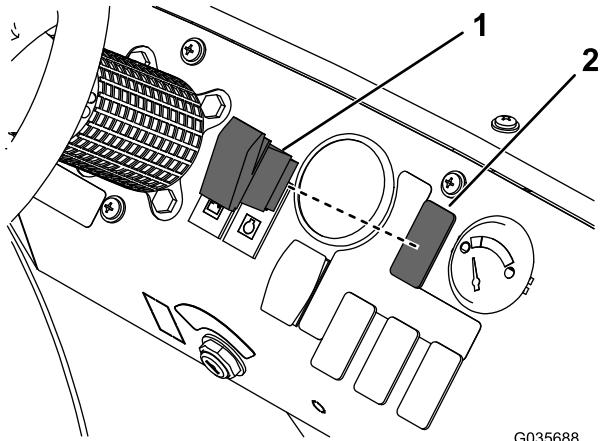

Figura 4
9. Rimuovete il tappo dal cruscotto (Figura 4).
- 10. Montate l'interruttore nel foro (Figura 4).